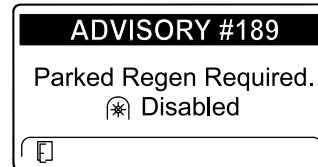

Figura 53
- Se non eseguite una rigenerazione parcheggiata entro 2 ore, l'InfoCenter visualizza il messaggio di richiesta della rigenerazione parcheggiata e di disabilitazione della presa di forza ADVISORY #189 (Figura 53).